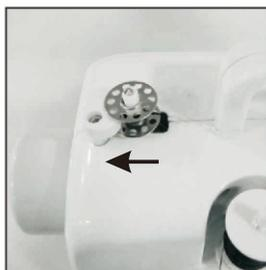

Fig.13
- (3) Coloque la bobina en el pasador de la devanadora, enrolle el hilo en el sentido de las agujas del reloj alrededor de la bobina varias veces (Fig. 13).